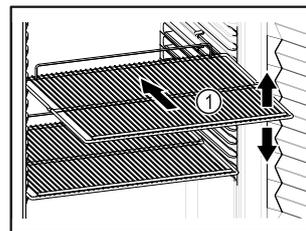

Fig. 75 例图
- 如果存放格栅 Fig. 75 (1)可移动，则根据高度进行调整。